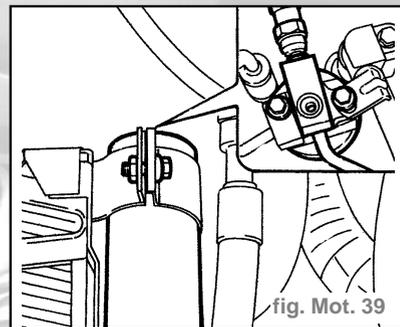

fig. Mot. 39
- Déposer le filtre déshydrateur en manoeuvrant les fixations indiquées (fig. Mot. 39).